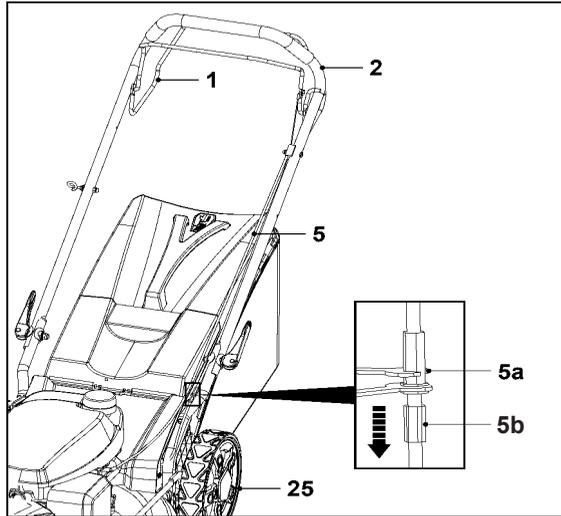

Рис. 34
**ПРИМЕЧАНИЕ:** Может требоваться регулировка троса рычага включения самоходного режима (5), так как со временем он может растягиваться.
Если задние колеса (25) при нажатии рычага включения самоходного режима (1) не вращаются, возможно, следует отрегулировать трос рычага включения самоходного режима (5) (рис. 34).